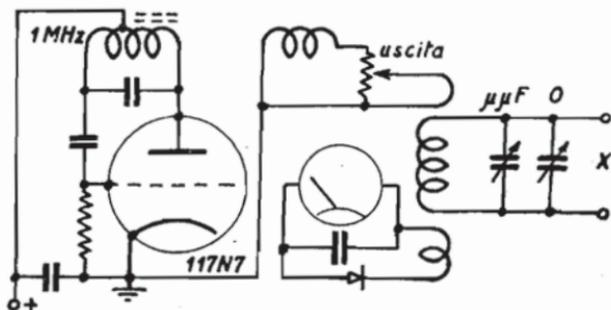

Fig. 236. — Schema di principio del capacimetro a R.F. della General Radio tipo 1512 A.
*Capacimetro a RF General Radio 1612A, fig. 236.*